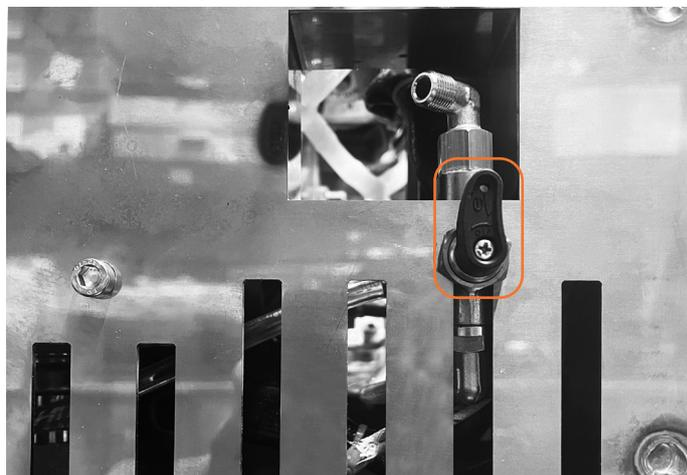

fig. 4
- **Pescaggio da rete idrica:** ruotare il rubinetto verso il gruppo di erogazione (fig. 4).